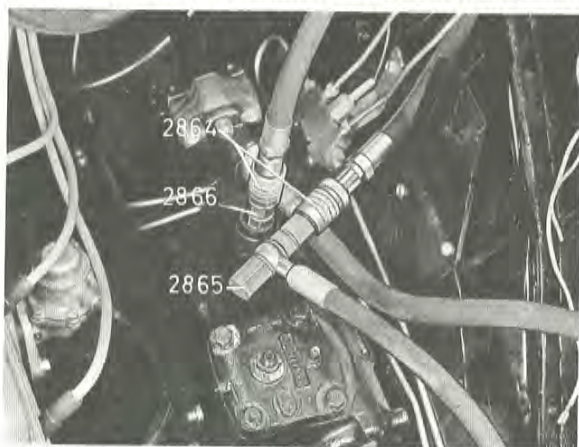

Bild 79. Manometer inkopplad
1. Koppla in provningsinstrument 2864 i tryckledningen vid styrväxeln, se bild 79. Instrumentets inloppsslang ansluts till banjonippeln med nippel 2865 (bild 79) och utloppsslangen till styrväxeln med 2866 (högerstyrd vagn 2990). Kontrollera att instrumentets omställningsspak står i öppet läge (åt vänster).